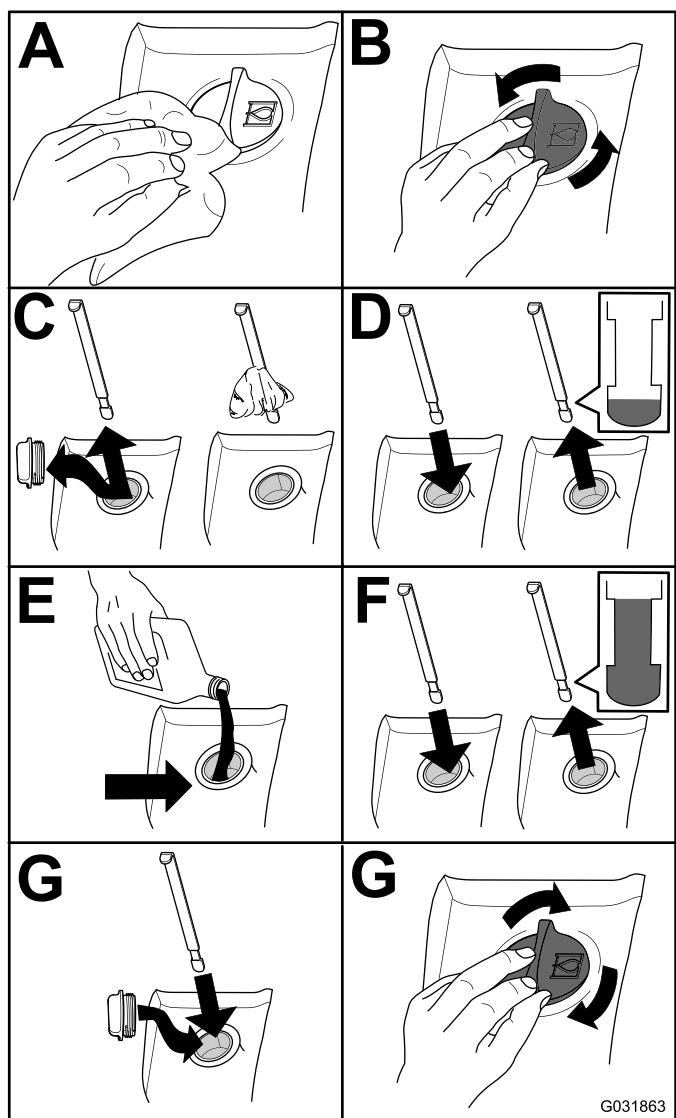

Figura 115
2. Verifique o nível de fluido hidráulico (Figura 115).